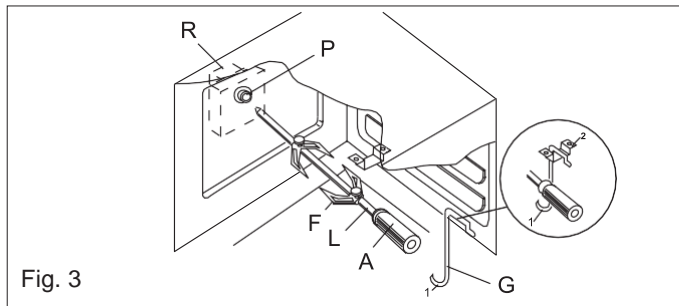

Fig. 3
- Infilare il pollo o la parte da arrostitire nello spiedo **L** avendo cura d'immobilizzarlo tra le due forchette **F** e di equilibrarlo, in modo da evitare sforzi inutili al motoriduttore **R** (fig. 3).
- Mettere lo spiedo sul supporto **G**, dopo aver introdotto la sua estremità opposta nel foro **P** del motorino **R** (fig. 3).
- Per togliere lo spiedo, operare in modo contrario utilizzando la manopola **A** ed un guanto di protezione in lana isolante (fig. 3).